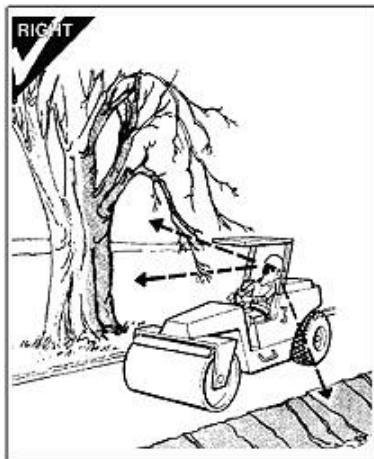

Рис. 1-11
- Избегайте передвижения по краю дороги, траншеи или мест, которые могут ухудшить устойчивость машины. Также имейте в виду, что мокрая и рыхлая почва значительно влияет на устойчивость машины. Всегда сохраняйте достаточную дистанцию при прохождении участков под мостами, туннелей, линий электропередач и т.д. (рис. 1-11).